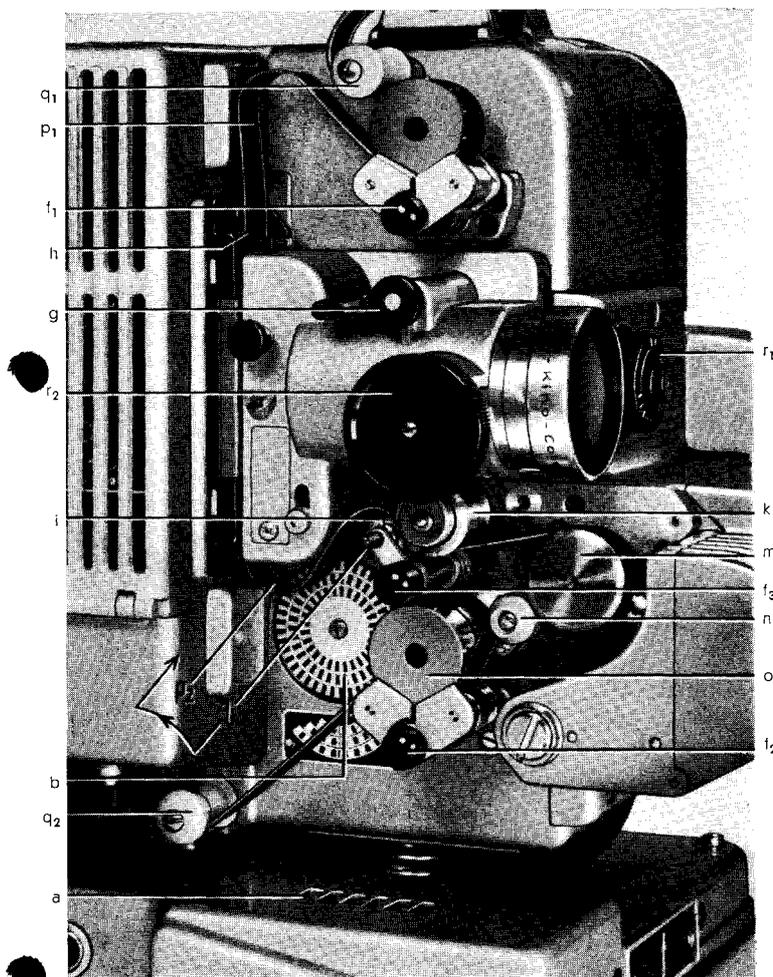

Bild 21 Filmführung
Die Filmgeschwindigkeit wird mit Knopf c (Bild 15) unter Beachtung der durch das Pilotlicht a (Bild 21) erhellten Stroboskopscheibe b eingeregelt. Das Pilotlicht wird mit Schalter k (Bild 15) betätigt. Von den drei mit den Bildzahlen/sec. 16–20–24 gekennzeichneten und in Schwarz-Weiß-Felder aufgeteilten Ringen muß der jeweils der gewünschten Filmgeschwindigkeit entsprechende Ring bei richtiger Einstellung einen stillstehenden Eindruck machen. Ein Wandern dieses Ringes nach links oder rechts ist durch entgegengesetztes Drehen des Knopfes c (Bild 15) auszugleichen. Die hier beschriebene Methode ist nur bei Wechselstrom möglich\*. Nach diesen Einstellungen Projektor wieder auf »Aus« schalten.
1. Andruckrollenhalter durch Druck auf Auslöseknöpfe  $f_1$  und  $f_2$  (Bild 21) öffnen.
Auf Bildung einer Filmschleife  $p_1$  (Bild 21 und 22) achten!
7. Das aus dem Filmkanal kommende Filmende  $p_2$  (Bild 21 u. 22) zwischen Bremsrolle  $k$  und Gummirolle  $i$  um Schwungbahn  $m$  herum über Pendelrolle  $n$  und unterhalb der Zahntrommel  $o$  legen.